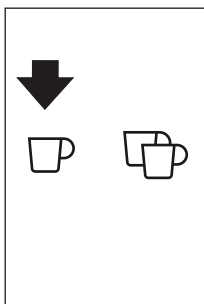

Рис. 19
- ▶ Можно приготовить одну порцию кофе, нажав сенсорную кнопку ☐ (B10) (Рис. 19).